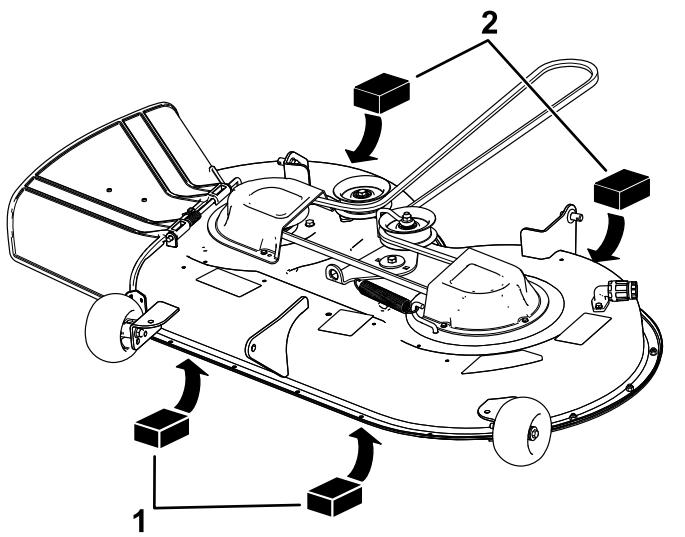

Figura 65
4. Posizionate 2 blocchi ciascuno con uno spessore di 6,6 cm sotto ciascun lato del bordo anteriore del piatto di taglio, ma non sotto le staffe del rullo antistrappo (Figura 65).
5. Posizionate 2 blocchi ciascuno con uno spessore di 7,3 cm sotto il bordo posteriore della falda del piatto di taglio; 1 su ciascun lato del piatto di taglio (Figura 65).